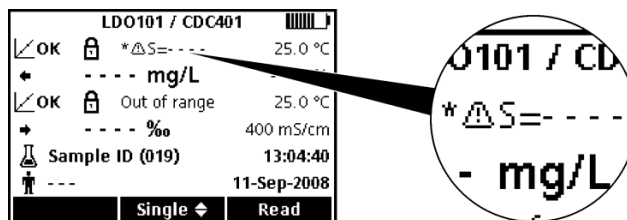

Figure 2 Valeur de salinité hors plage
6. Appuyer sur **QUITTER** jusqu'à ce que l'appareil revienne en mode de mesure. L'appareil HQ40d est maintenant configuré pour utiliser automatiquement les valeurs de salinité obtenues par la CDC401 avec la sonde LDO101. Si la valeur de salinité est hors plage, l'affichage indique *S= ----. Ceci apparaît au-dessus de la valeur d'oxygène dissous comme indiqué sur Figure 2.